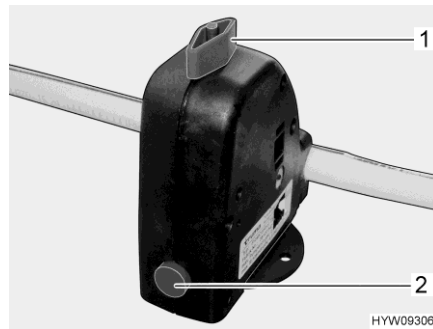

Fig. 141 Valvola di sicurezza/di scarico (boiler)
Il boiler è dotato di una valvola di sicurezza/di scarico (Fig. 141). La valvola di sicurezza/di scarico impedisce che l'acqua congeli nel boiler in presenza di basse temperature esterne, quando il riscaldamento dell'autocaravan non è acceso.
- Chiudere la valvola di sicurezza/di scarico. A tal fine ruotare la manopola (Fig. 141,1) verticalmente rispetto alla valvola di sicurezza/di scarico e premere verso l'interno il bottone automatico (Fig. 141,2).
- Aprire la valvola di sicurezza/di scarico. A tal fine ruotare la manopola (Fig. 141,1) nel senso della lunghezza della valvola di sicurezza/di scarico. Il bottone automatico (Fig. 141,2) scatta all'infuori. Il boiler viene svuotato verso l'esterno tramite la valvola di sicurezza/di scarico.